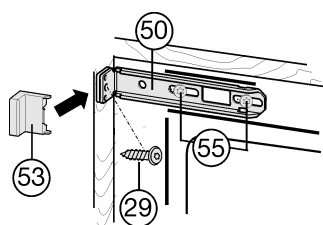

Fig. 19
- ▶ Desserrer un peu les vis Fig. 19 (55).
- ▶ Visser à fond la cornière supérieure de fixation Fig. 19 (50) à la paroi du meuble avec une vis à panneaux d'agglomérés Fig. 19 (29) $\varnothing 4 \times 19$.
- ▶ Enlever les parties du cache Fig. 19 (53) dépassant en les cassant.
- ▶ Resserrer les vis Fig. 19 (55).
- ▶ Poser le cache Fig. 19 (53).